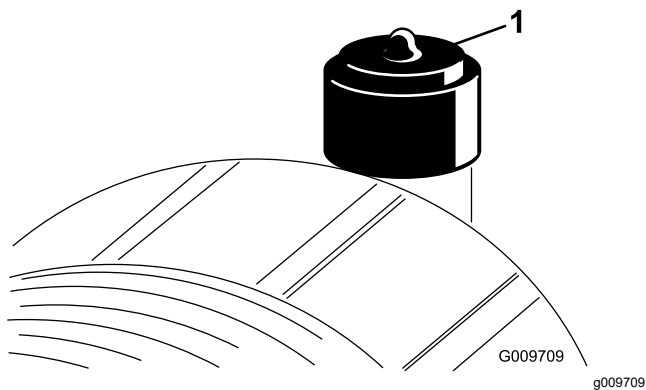

図 56
2. インジケータ図 56 が赤になっている場合はリセットする。